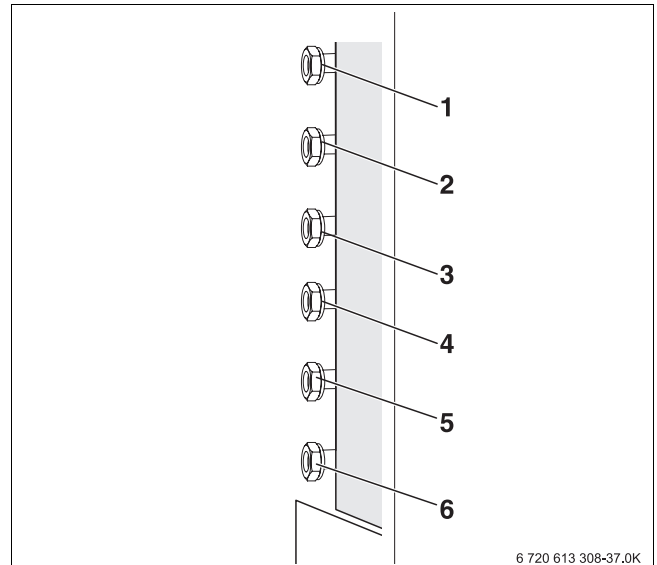

Bild 39 Anschlüsse bei seitlichem Anschluss-Set (Zubehör)
- Kappe des automatischen Entlüfters (1) eine Umdrehung aufdrehen, damit die Luft entweichen kann.
- Wartungshähne am Vor- und Rücklaufanschluss öffnen (→ Bild 39, 4 und 5, Seite 37).